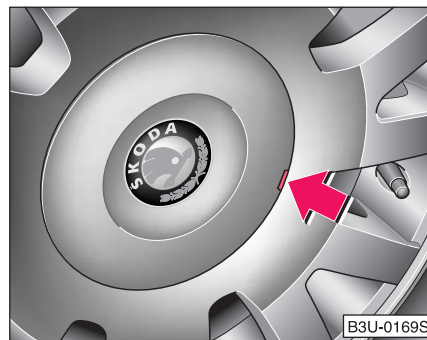

Fig. 143 Demontarea
- Scoateți capacul trăgând cu atenție de locurile speciale ⇒ Pagina 204, Fig. 143. ■